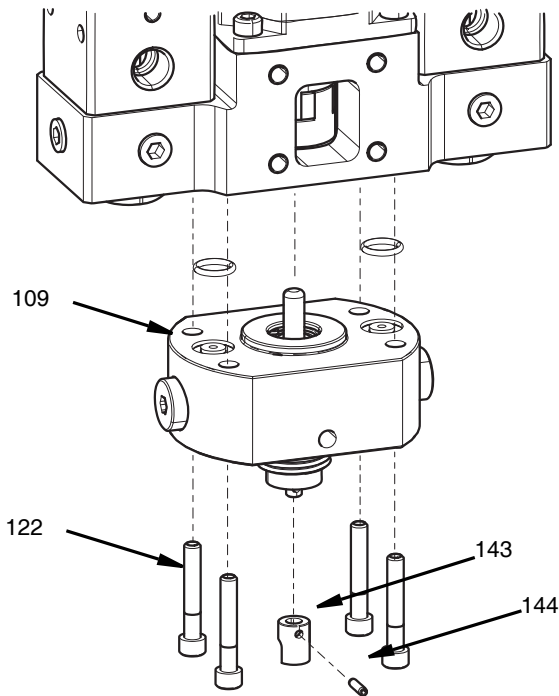
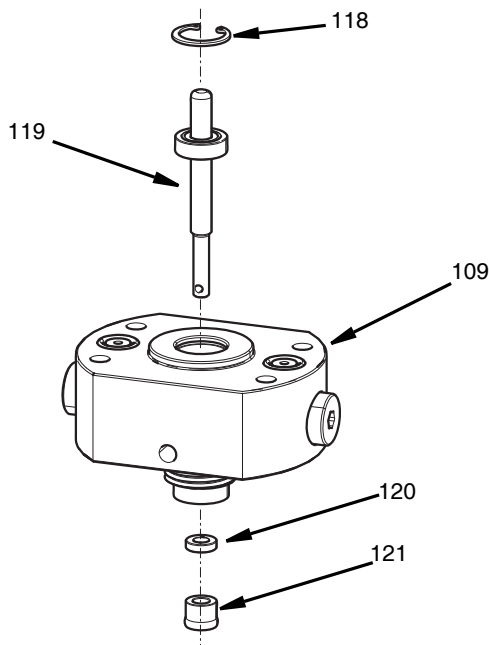

FIG. 32
FIG. 33
4. Ta bort de fyra M5-skruvarna (122) med en 4 mm insexnyckel.
5. Ta bort backventilmunstycket (109) och O-ringarna (108).
6. Pressa ut stiftet (144) från blandaradaptorn (143) från änden av lageraxelenheten (119).
7. Ta bort blandaradaptorn (143). Se FIG. 32.
8. Ta bort låsringen (118) som håller lageraxelenhet på plats.
9. Dra ut lageraxelenheten (119) ur backventilmunstycket (109).
10. Tryck ut den roterande tätningen (121) och reservringen (120) ur backventilmunstycket med en 6 mm (1/4 tum) sprint. Se FIG. 33.
1. Sätt dit lageraxelenheten (119) i munstyckesdelen (109).
3. För in reservringstättningen (120) centrerad på lageraxelenheten och i backventilmunstycket.
7. Byt de två O-ringarna (108) på backventilmunstyckets ovansida.
9. Dra åt klämskruven på den roterande kopplingen (127) för att låsa den på lageraxelenheten med en 2,5 mm insexnyckel.
10. Installera kopplingslocket med de fyra skruvarna M6 - 1,0 x 10 mitt emot kundens monteringsfixtur. Dra åt till 13 N•m (50 in-lbs). Se FIG. 32 och FIG. 33 för montering.
- För att komma åt, ta bort och reparera lageraxeln, följ steg 1 till 8 i avsnittet **Reparation av roterande tätning** med början på sidan 39. Se FIG. 15 på sidan 17, FIG. 32 och FIG. 33 på sidan 40.
- För att installera lageraxeln efter reparation, följ steg 1 till 8 i **Reparation av roterande tätning** med början på sidan 39. Se FIG. 15 på sidan 17, FIG. 32 och FIG. 33 på sidan 40.
2. Tryck ut stiftet (144) ur blandaradaptern (143).
3. Ta bort blandaradaptern (143). Se FIG. 32 på sidan 40.
1. Använd nya delar och installera blandaradaptern (143) på blandaraxeln (119).
3. Tryck in stiftet (144) i hålet.
4. Se till att stiftet trycks hela vägen ner och inte sticker ut från vardera sidan av blandaradaptern. Se FIG. 32 på sidan 40.